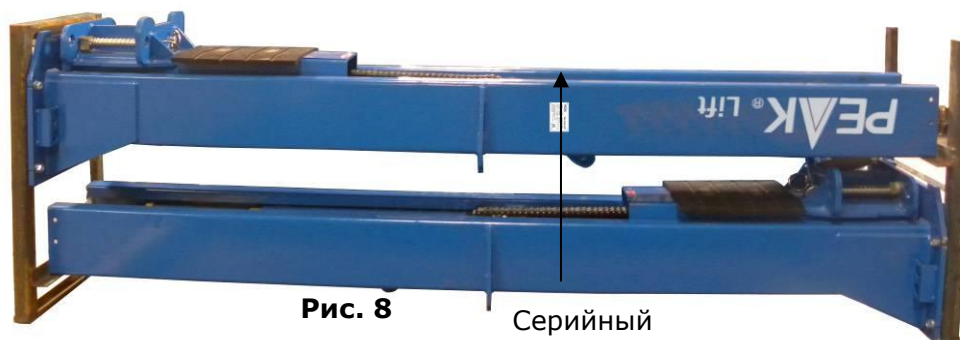

Рис. 8
3. Выньте все аксессуары из обеих колонн (См Рис. 8).